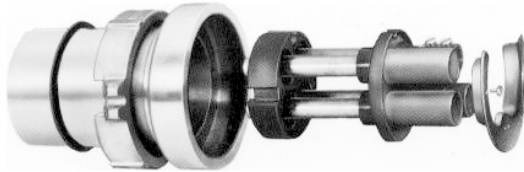

Figure 2. Ensemble isolateur-contact
3. Retirer les deux vis 1/4-20 à tête hexagonale qui maintiennent la coupelle de retenue et l'ensemble isolateur-contact dans l'enveloppe de la fiche. Enlever l'ensemble isolateur-contact. Voir la figure 2.